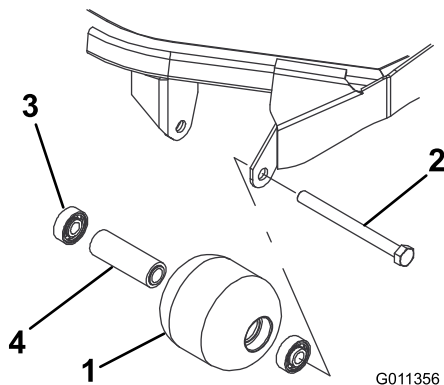

Figura 71
1. Retire el perno de montaje del rodillo (Figura 71).
4. Inspeccione el alojamiento del rodillo, los cojinetes, y el espaciador del cojinete (Figura 71) Sustituya cualquier componente dañado y vuelva a ensamblar el conjunto.
1. Introduzca a presión el primer cojinete en el alojamiento del rodillo (Figura 71). Haga presión solamente sobre el anillo de rodadura exterior, o de forma igual sobre el anillo exterior y el interior.
2. Introduzca el espaciador (Figura 71).
3. Introduzca a presión el segundo cojinete en el alojamiento del rodillo (Figura 71) haciendo presión igualmente sobre el anillo de rodadura interior y el exterior hasta que el anillo de rodadura interior entre en contacto con el espaciador.